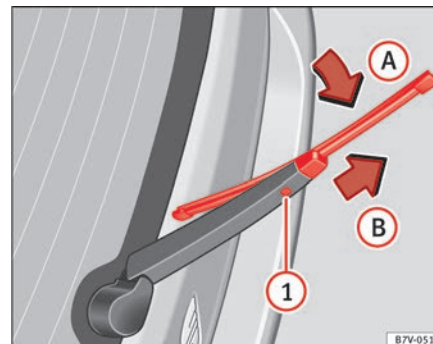

Fig. 159 Substituição da escova do vidro traseiro.
- Desloque a escova por cima até ao braço do limpa pára-brisas ⇒ Fig. 159 (seta ①).
- Mantenha pressionado o botão de desbloqueio ① e puxe ao mesmo tempo a escova no sentido indicado pela seta ②. É provável que tenha de aplicar muita força.
- Introduza no braço limpa pára-brisas uma escova nova **com o mesmo comprimento e características**, no sentido contrário à seta ② até que encaixe. Para tal, a escova deve estar na posição recolhida (seta ①).